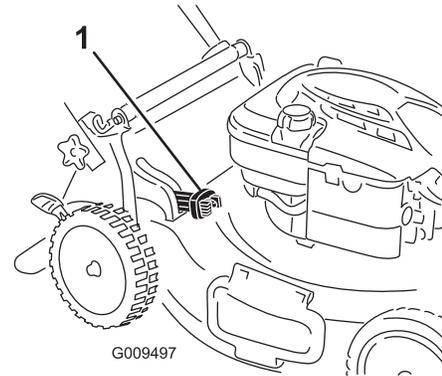

Figure 17
- Pour ramasser les déchets d'herbe et de feuilles, appuyez sur le bouton du levier de ramassage sur demande et déplacez le levier complètement en avant jusqu'à ce que le bouton ressorte (Figure 17)